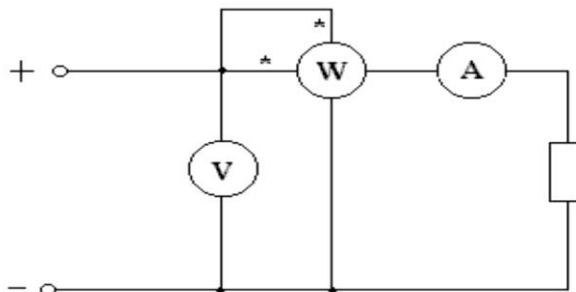

Рис.1 Схема включения электроизмерительных приборов: амперметра, вольтметра и ваттметра.
1. Дана схема (рис.1) подключения электроизмерительных приборов: амперметра, вольтметра и ваттметра. Записать и расшифровать условные обозначения электроизмерительных приборов в таблицу 2.